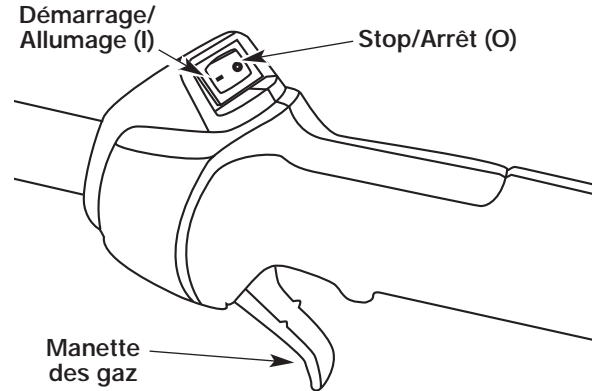

Fig. 3
2. Mettez la commande Marche/Arrêt Stop en position MARCHE (I) (Fig. 3).